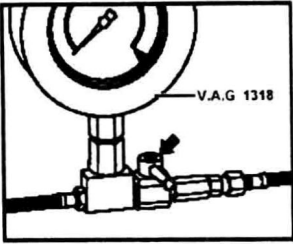

图 1-1-19 示意图
(5) 关闭点火开关，检查密封性和保持压力，注意表上压降。10min后，压力不应小于0.25MPa。
(6) 如果保持压力降至0.25MPa以下：启动发动机，使之怠速运转。建立起压力后，关闭点火开关。同时关闭 V.A.G1318 上的闭锁栓（图 1-1-19 中箭头所示的杆与油流动方向成 90°）。注意表上的压降。